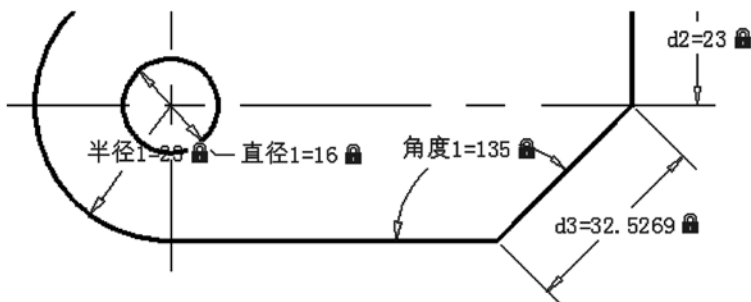

图 11-31 创建角度标注约束
8) 创建角度标注约束。单击“角度标注约束”按钮，分别选择两条直线并指定尺寸线位置，直接按〈Enter〉键接受默认的标注表达式（值），从而完成如图 11-31 所示的角度标注约束。